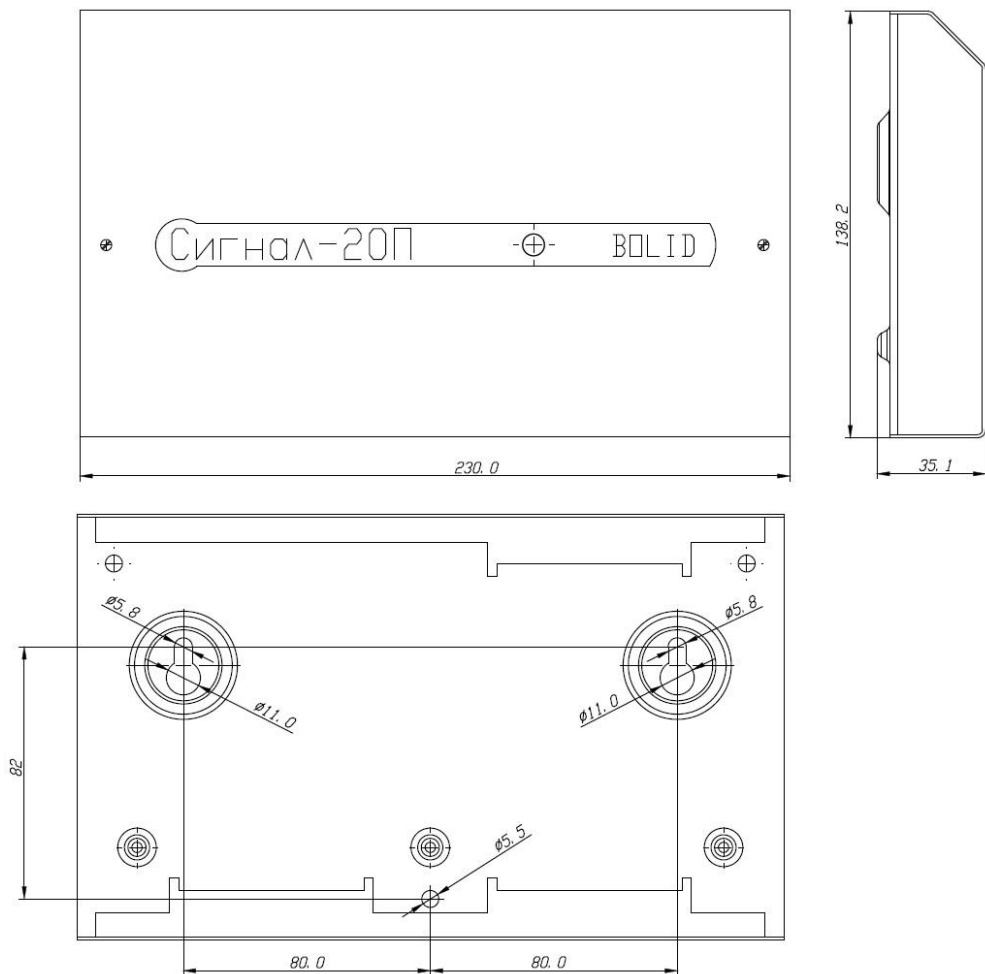

Рисунок 1. Габаритные и установочные размеры блока «Сигнал-20П исп.01»
2.4 Габаритные и установочные размеры блоков «Сигнал-20П исп.01» и «Сигнал-20П» приведены на рис. 1 и 2 соответственно.